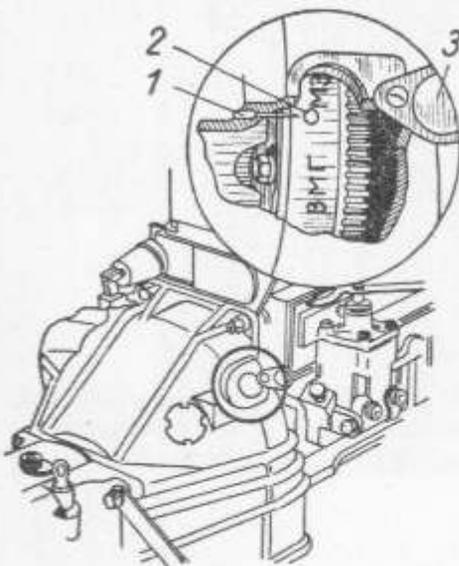

Abb. 66
Im Verteiler ist eine Flichkraftzündverstellung eingebaut, die das Nockenteil abhängig von der Drehzahl in Drehrichtung der Verteilerwelle verstellt. Bei höheren Drehzahlen wird dadurch der Funke an der Zündkerze früher ausgelöst. Außerdem wird der Zündzeitpunkt noch abhängig vom Unterdruck im Vergaser geregelt. Die Unterdruckdose (8) ist zu diesem Zweck durch das dünne Messingrohr mit dem Vergaser verbunden. Die Membrane (9) verstellt dabei entsprechend dem Unterdruck die Unterbrecherplatte. Mit den Stellschrauben (7) und der Skala (6) kann der Zündzeitpunkt in gewissen Grenzen verstellt werden, um die ZündEinstellung der Oktanzahl des Kraftstoffs anzupassen. Vor der Einstellung der Zündung wird der Abstand der Unterbrecherkontakte auf 0,35 bzw. 0,45 mm eingestellt. Die Kontakte müssen dabei vom Nocken voll geöffnet sein. Bei der Grundeinstellung der Zündung geht man folgendermaßen vor: Zunächst wird der Kolben des ersten Zylinders — er liegt dem Kühler am nächsten — kurz vor den oberen Totpunkt am Ende des Verdichtungstaktes gestellt. Dazu schraubt man die Zündkerze dieses Zylinders heraus und steckt an ihre Stelle einen Papierstöpsel. Mit der Andrehkurbel wird der Motor langsam durchgedreht bis der Verdichtungsdruck den Papierstöpsel ausstößt. Nun öffnet man den Deckel des Schau Loches am Kupplungsgehäuse (Abb. 66) und dreht die Kurbelwelle weiter bis die mit M 3 be-
Am Verteiler stellt man zunächst die Oktanverstellung auf den Nullpunkt der Skala (6). Dann wird die Befestigungsschraube der Skalenplatte am Motorblock gelockert. Das Verteilergehäuse wird links herum gedreht (entgegen dem Uhrzeigersinn), bis sich die Kontakte schließen. Der Verteilerfinger wird dabei festgehalten bzw. in Drehrichtung nach rechts gedrückt. Am Unterbrecheranschluß — dort ist das von der Zündspule kommende dünne Kabel angeklemt — wird eine Prüflampe angeschlossen, deren zweiter Kontakt mit Masse zu verbinden ist. Nach Einschalten der Zündung dreht man das Verteilergehäuse ganz langsam nach rechts (im Uhrzeigersinn), bis die Prüflampe gerade aufzuleuchten beginnt. In dieser Stellung wird die Verschraubung der Skalenplatte am Motorblock festgezogen. Zum Schluß wird die Kurbelwelle zwei Umdrehungen mit der Handkurbel gedreht, die letzte Viertelumdrehung ganz langsam. Wenn danach die Prüflampe gerade aufzuleuchten beginnt, muß die Kugel im Schwungrad dem Zeiger am Gehäuse (Abb. 66) gegenüberstehen. Hat diese Kontrolle die richtige Einstellung bestätigt, so kann die Verteilerkappe aufgesetzt, die Zündkerze wieder eingeschraubt werden usw. Es ist ratsam, die Grundeinstellung der Vorzündung in einer Fachwerkstatt vornehmen und dort gleichzeitig kontrollieren zu lassen, ob die Vorzündung der übrigen Zylinder damit übereinstimmt. Es kommt nämlich vor, daß auf Grund eines Fertigungsfehlers oder durch Verschleiß des Unterbrecher-nockens die Vorzündung nicht bei allen Zylindern gleich ist. Abweichungen bis zu 5° wurden bereits gemessen. In solchen Fällen muß das fehlerhafte Teil oder der ganze Zündverteiler ausgetauscht werden.